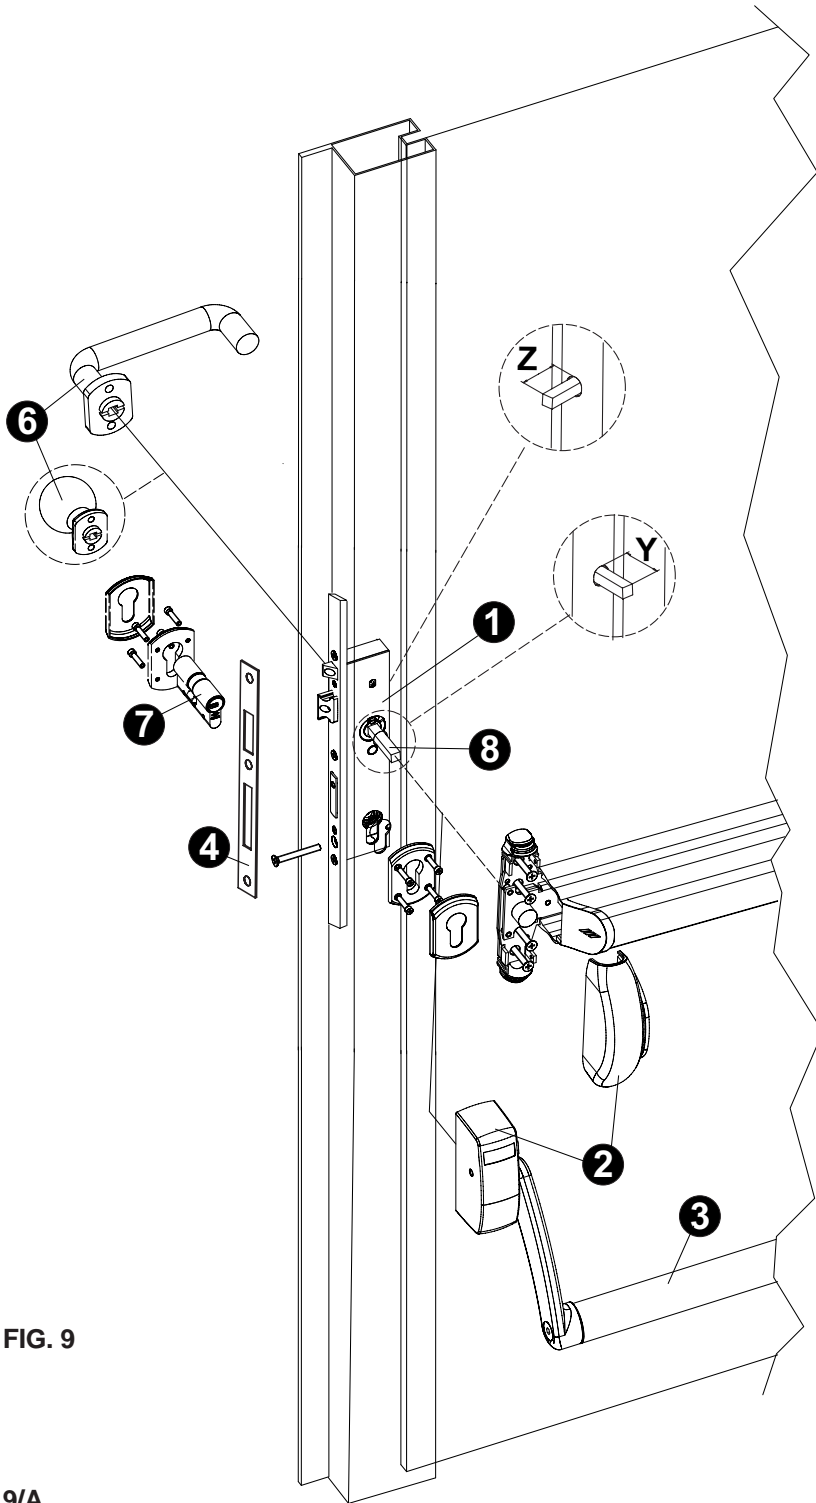

FIG. 9
Advertencia: El SISTEMA, certificado según la directiva 89/106/CE en conformidad con la Norma EN 1125:2008 para las salidas antipánico, debe estar compuesto e instalado con los artículos previstos por CISA (Fig. 9 - tabla 9/A - componente 6 opcional); además, es necesario verificar que hayan sido respetadas las condiciones de regulación del punto 2.
b) Realice la instalación del sistema de cierre según el esquema de la Fig. 9 y fije la cerradura con los tornillos suministrados.
c) Instale el perno cuadrado (de calidad superior o equivalente a FE360 galvanizado), definiendo la parte que sobresale del borde de la puerta (Fig. 9).